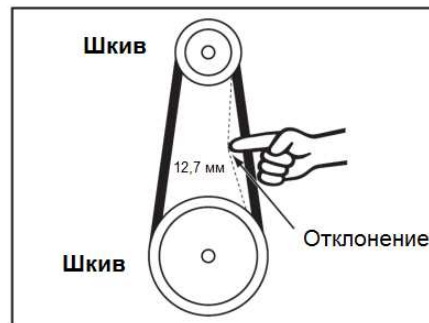

Рис. 31
4. Проверьте натяжение клиновых ремней, как на рис. 31. Убедитесь, что ремни не перетянуты, иначе это может привести к повреждению вала и подшипников. Затяните болты.